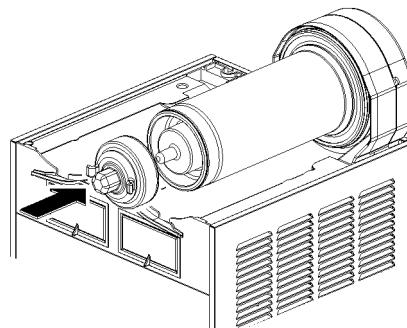

figura 14
- 5 Insertar el rotor magnético externo en el evaporador, acompañándolo con cuidado (ver figura 14).